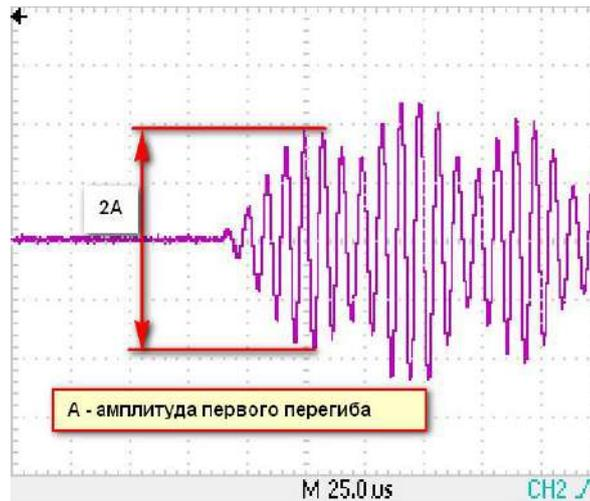

Рисунок 1.5
1.6.2 Система АРУ обеспечивает поддержание на заданном уровне с заданным допустимым отклонением амплитуды первого перегиба информационного сигнала на выходе предварительного усилителя (рисунок 1.5).